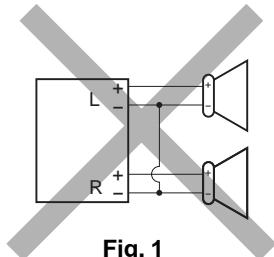
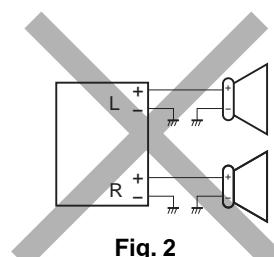

Fig. 1
Fig. 2
- Als de bedrading van de speakers eruitziet zoals hieronder staat afgebeeld in Fig. 1 en Fig. 2, mag het apparaat NIET worden aangesloten met behulp van deze oorspronkelijke speakerbedrading. Als u dat wel doet, zal het apparaat ernstige schade oplopen.**
- Si el conexionado de altavoz de su automóvil es como se indica en las Fig. 1 y 2 de abajo, NO conecte la unidad utilizando ese conexionado de altavoz original. Si lo hace, se producirán daños graves en la unidad.**
- Se il cablaggio per le casse sulla vettura risulta come illustrato nelle Fig. 1 e 2 qui sotto, NON collegare l'apparecchio usando il cablaggio originale, perché si danneggia seriamente l'apparecchio.**